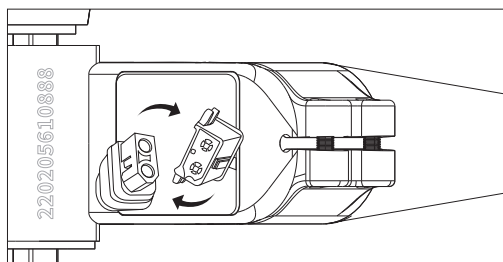

Figure 7-2
- Connectez le câble entre la batterie et le contrôleur, comme illustré à la **Figure 7-2**.